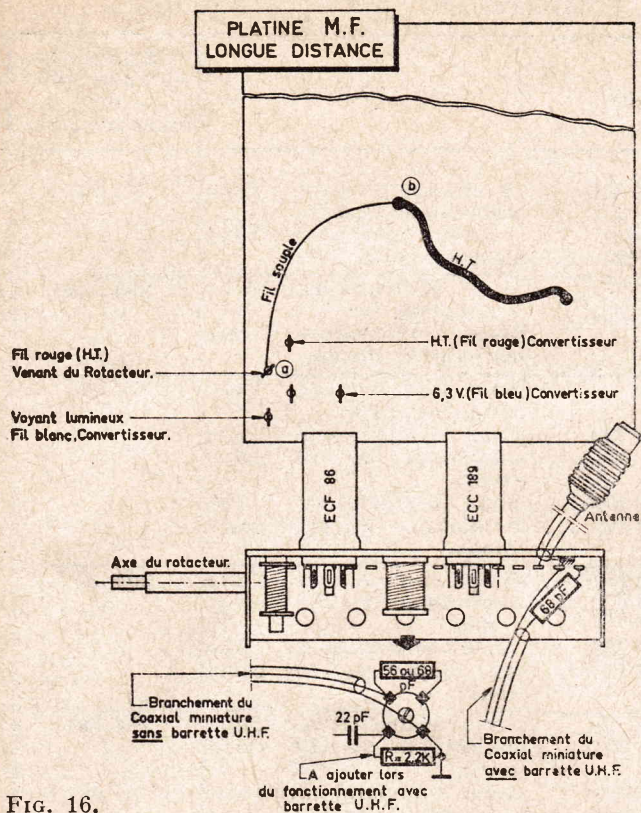

FIG. 16.
a) Montage dans le cas d'un rotacteur « SANS » cosse-relais (voir fig. 16).